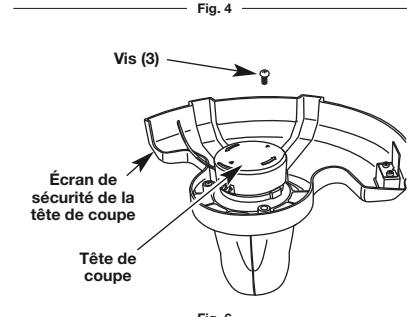

Fig. 6
1. Tournez l'appareil de façon à ce que la tête de coupe soit tournée vers le haut (Fig. 6).
4. Vissez et serrez les vis avec un tournevis cruciforme (Fig. 6).